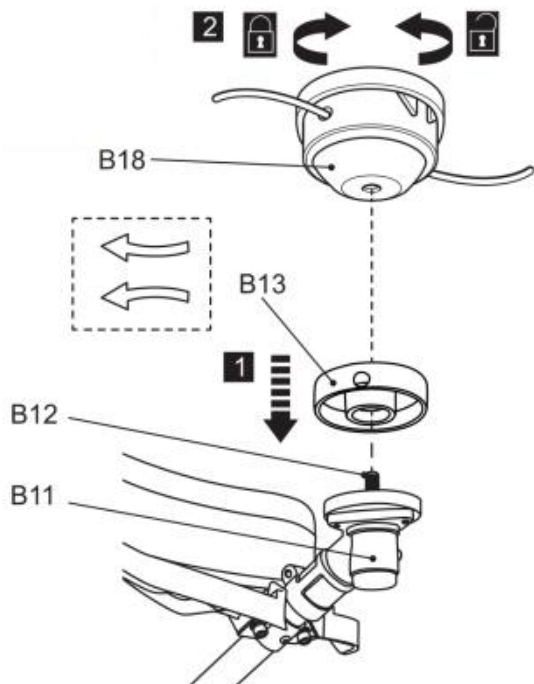

Fig. 6
- 4) Nakręć głowicę trzymującą (B18) w kierunku przeciwnym do ruchu wskazówek zegara na wrzeciono (B12) i dokręć ręcznie, blokując wrzeciono (B12) kluczem imbusowym (E5). Następnie wyjmij klucz imbusowy (rys. 6).